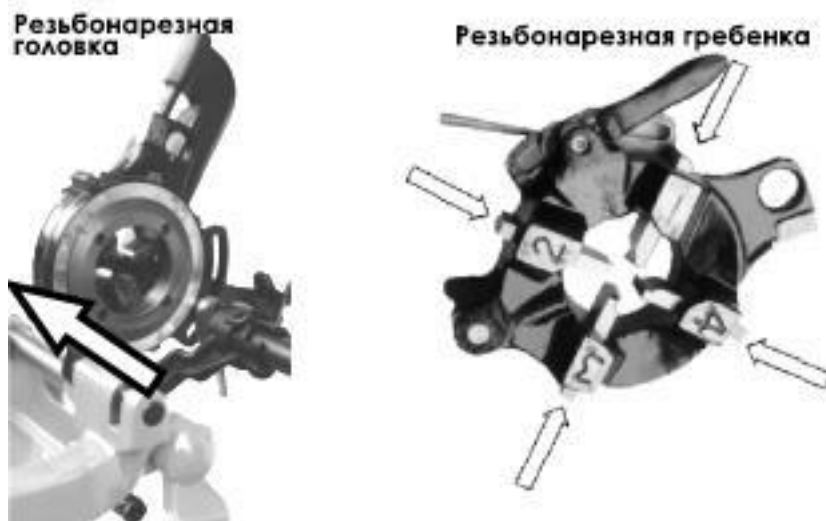

Рис.1 Рис.2
1. Выберите несколько наборов резьбонарезных гребенок, которые будут соответствовать диаметру трубы. Есть два рисунка, на каждом изображена резьбонарезная гребенка, на одном из них представлена спецификация детали, на другом представлена правильная последовательность сборки (такие как 1,2,3,4). 2. Снимите резьбонарезную головку с каретки (рис.1), ослабьте гайку рычага и потяните его в направлении “А-А”.